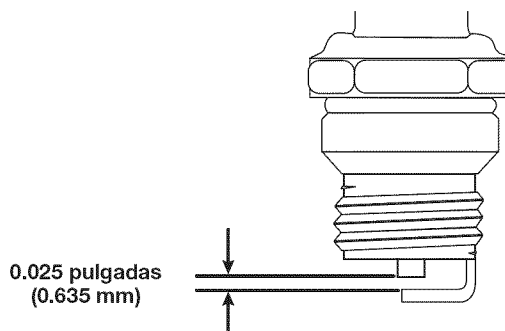

Fig. 18
4. Use un calibrador de hoja para ajustar abertura de la bujía a **0.025 pulgadas (0.635 mm)** (Fig. 18).